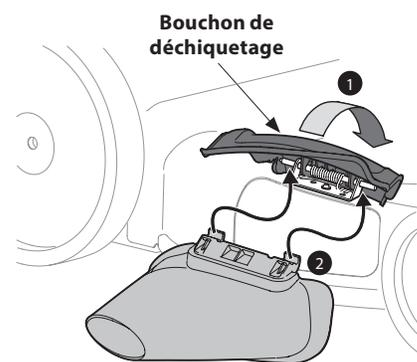

Figure 3-5
1. Relevez le bouchon de déchiqetage qui se trouve sur le côté de la tondeuse. Voir Figure 3-5.